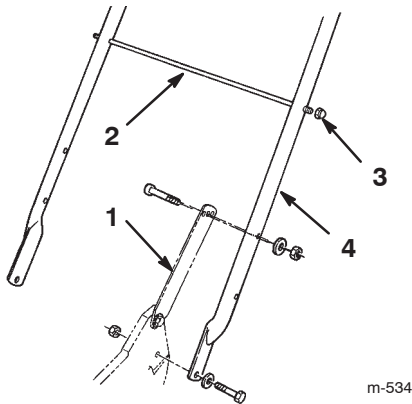

Bild 2
2. Befestigen Sie die Griffflaschen mit zwei Kopfschrauben (5/16-18 x 1-1/2 Zoll), Scheiben und Nygonsicherungsmuttern am Griff (Bild 2).
3. Schieben Sie die Korbstützstange durch das zweite der oberen Befestigungslöcher im Griff und befestigen Sie jede Seite mit einer Sicherungsmutter (Bild 2).